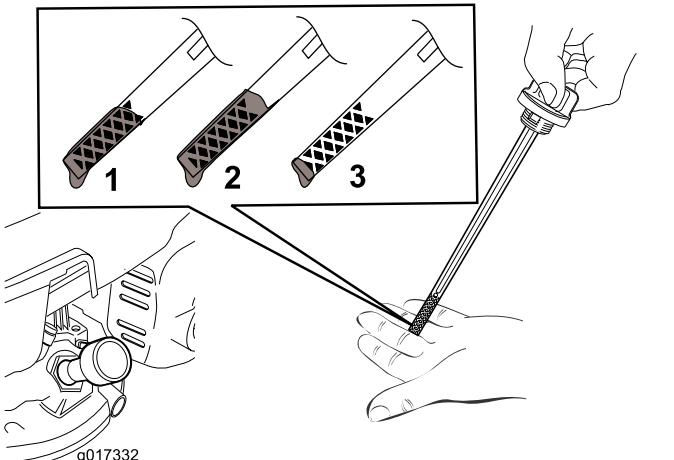
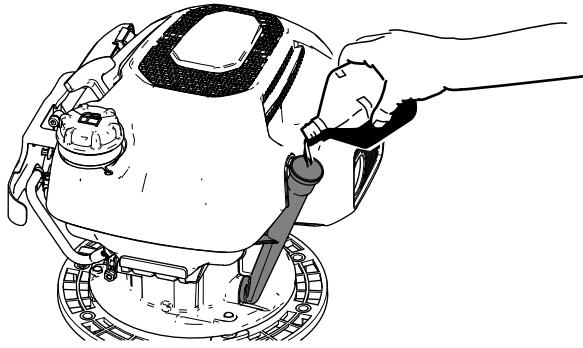

Figure 34
Figure 35
5. Si le niveau d'huile est près ou en dessous du repère inférieur sur la jauge (Figure 34), versez lentement l'huile moteur spécifiée dans le goulot de remplissage (Figure 35) et attendez 3 minutes.
1. Versez lentement l'huile moteur spécifiée dans le goulot de remplissage (Figure 35), puis attendez 3 minutes.